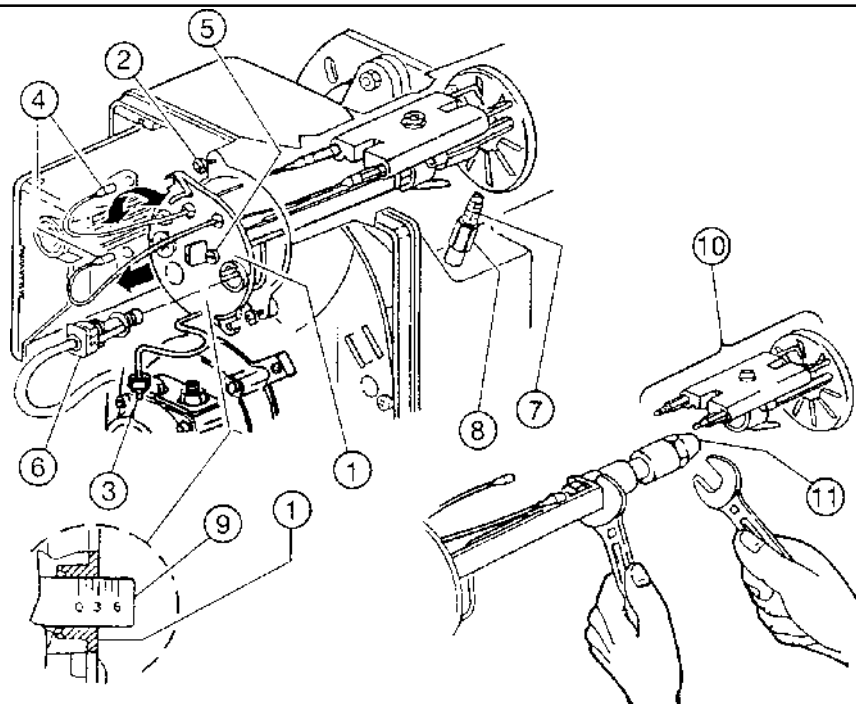

Рис. 13
- после отвинчивания винтов 2, гаек 3, отсоединения провода 4 и фоторезистора 6, освободить подход к форсункодержателю 1 (см. рис. 13);
- удалить из прохода форсункодержателя суппорт стабилизатора пламени 10, после отвинчивания гайки 3 (Рис. 13) трубопровода;
- навинтить форсунку 1 как показано на рис. 13.
Зависит от расхода горелки и делается с помощью винта 5 до тех пор, пока необходимая цифра на настроечной линейке 9 не совпадет с плоскостью 1 группы форсункодержателя (см. рис. 13).
На рис. 13 головка регулируется для расхода 0,85 галлон/ч (CRONO 5-L), 12 бар. Настроечная линейка 9 находится в положении 3 (Таблица 1).
Для настройки отвернуть гайку 8 и регулировать с помощью винта 7 (см. рис. 13).